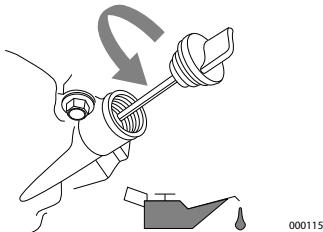

Figura 4-1. Llenado de aceite de motor
- Vea la Figura 4-1. Retire la tapa de llenado de aceite y limpie la varilla de medición secándola.